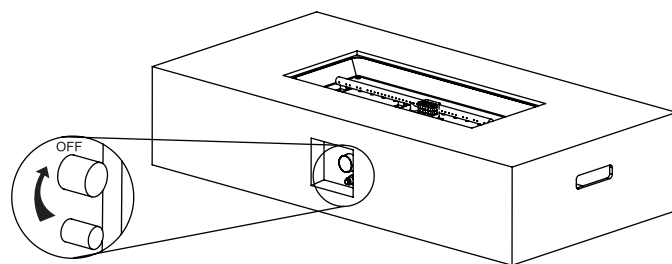

Figure 2
2. Βεβαιωθείτε ότι ο ρυθμιστής αερίου είναι στη θέση “OFF” πριν συνεχίσετε (βλ. Figure 2).